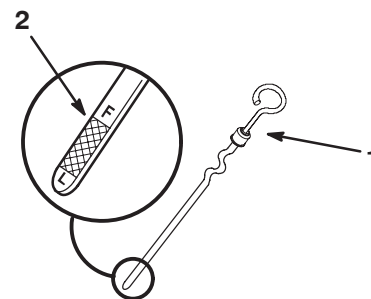

Figure 12
3. Sortez la jauge d'huile et essuyez soigneusement l'extrémité métallique (Fig. 12).
4. Enfoncez la jauge complètement dans le goulot de remplissage. Sortez de nouveau la jauge et examinez l'extrémité métallique (Fig. 12). Si le niveau est bas, versez lentement une quantité d'huile suffisante dans le goulot de remplissage pour amener le niveau au repère du plein.